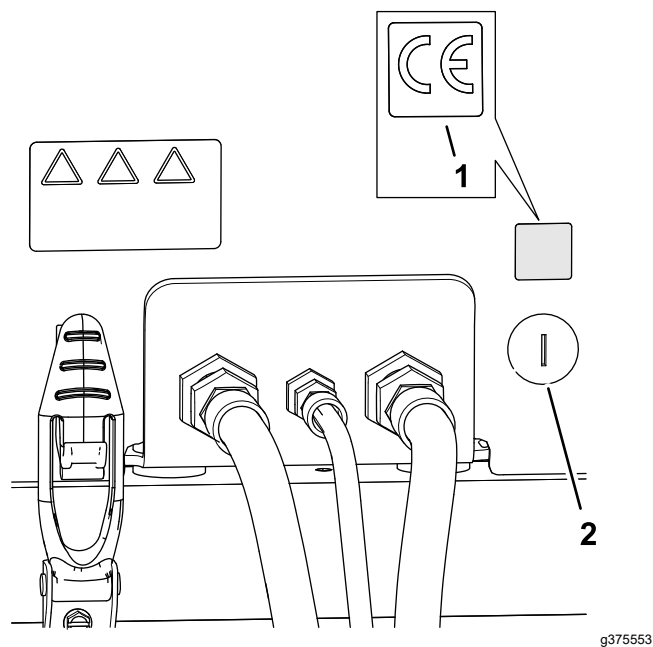

Figure 37
1. Avec de l'alcool à friction et un chiffon propre, nettoyez la zone du capot près du verrou et laissez sécher le capot (Figure 37).